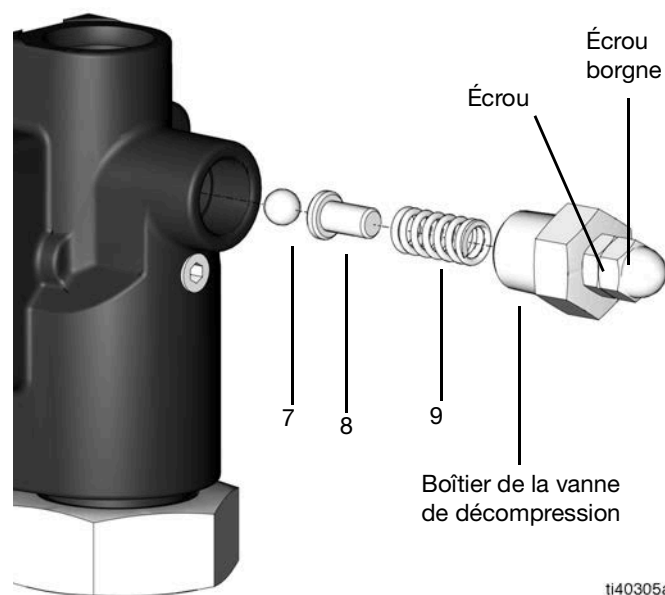

FIG. 34
5. Retirez le boîtier de la vanne de décompression (Fig. 34).
6. Retirez le ressort (9) (Fig. 34).
7. Retirez le guide du ressort (8) (Fig. 34).
8. Retirez la bille de décompression (7) (Fig. 34).
1. Placez la bille de décompression (7) en position dans le boîtier de pompe (voir FIG. 34).
2. Remplacez le guide du ressort (8) (voir FIG. 34).
3. Remplacez le ressort (9) (FIG. 34).
4. Serrez le boîtier de la vanne de décompression dans le boîtier de pompe (FIG. 34).